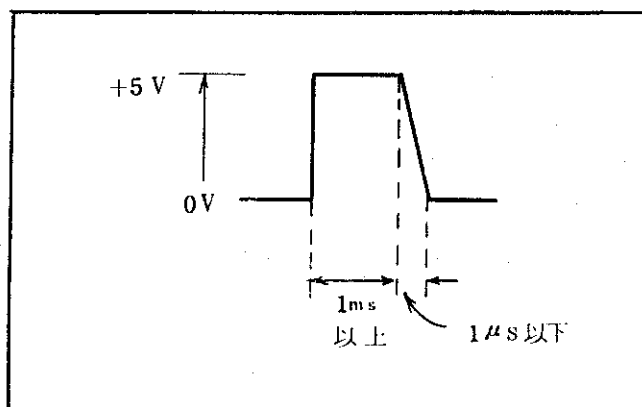

図3-17 外部スタートパルス
- ① 背面パネルの「INPUT」コネクタに外部信号を接続します。
- ② 「START INT./EXT.」スイッチを「EXT.」にします。
- ③ 「INPUT」に入れるパルスは図3-17の波形を入れるようにして下さい。